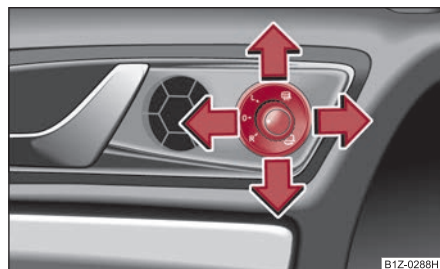

Fig. 74 Parte interior de la puerta: Botón giratorio
- Gire el botón hasta la posición ⇒ **fig. 74**.
Si el botón giratorio se encuentra en la posición **R** ⇒ **fig. 74** y se acopla la marcha atrás, la superficie del espejo retrovisor se abatirá un poco hacia abajo. De ese modo, es posible ver el bordillo durante el aparcamiento.
- Si los retrovisores exteriores se abatieron mediante el botón giratorio ⇒ página 75, fig. 74, entonces sólo se podrán volver a poner en posición de conducción por medio del botón giratorio.